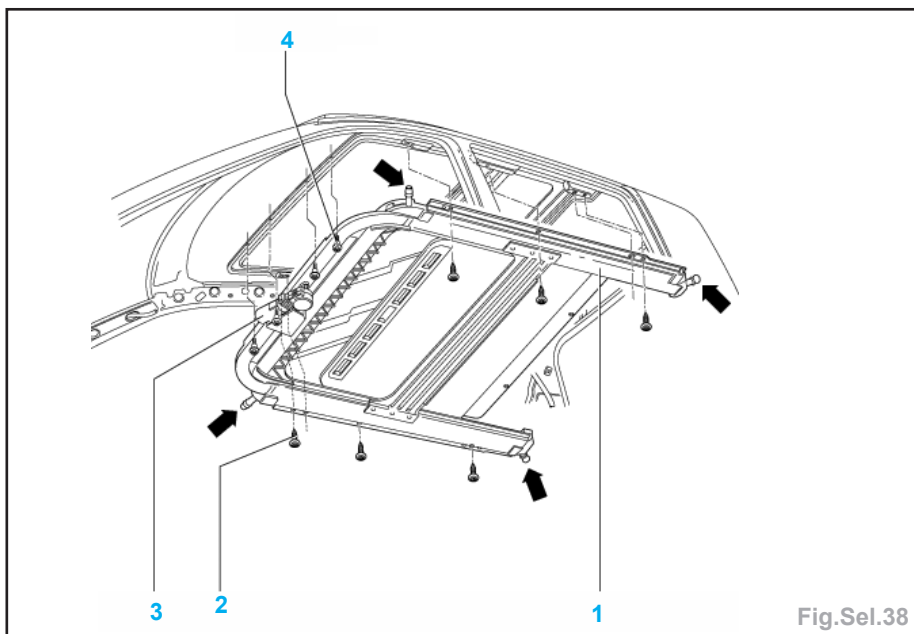

Fig.Sel.38
- Extraire les flexibles de vidange de l'armature (Fig.Sel.38).